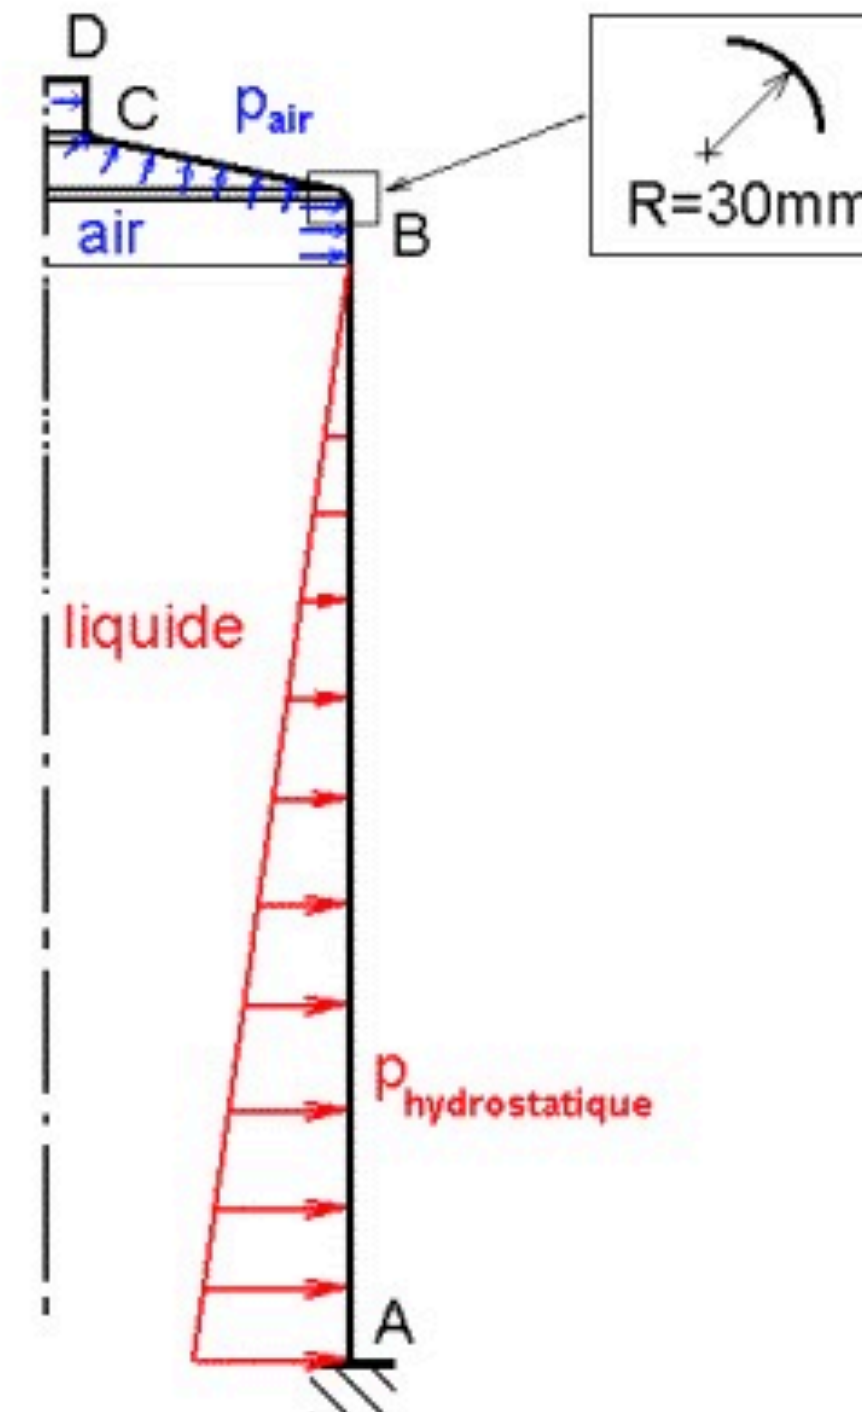

Figure 2.1 Profil axisymétrique de la cuve
- Modélisation filaire, où nous considérons que la cuve est une pièce de révolution et son comportement est axisymétrique, donc nous pouvons modéliser juste le profil méridien de la cuve ABCD (figure 2.1). Ici nous utiliserons des modèles unidimensionnels (coques axisymétriques).